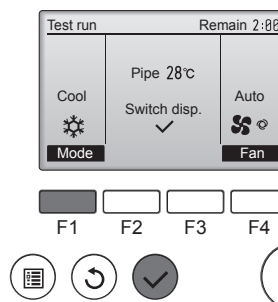

Fig. 9-4
- 1 Для изменения режима работы нажмите кнопку [F1]. (Fig. 9-4)